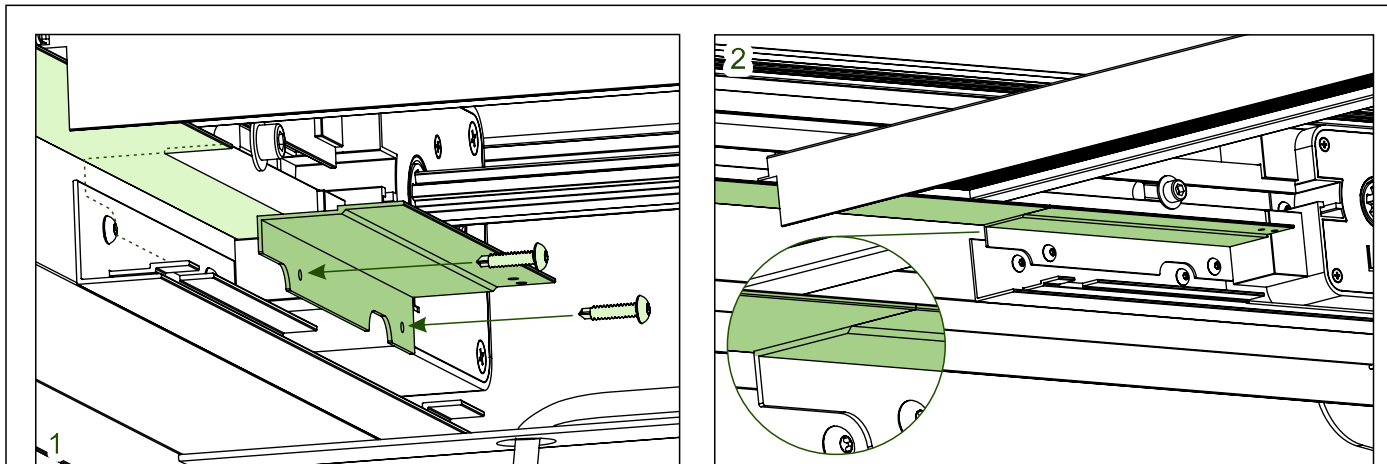

Abb. 23
- 24. 1.** Befestigen Sie die Laufschienerweiterungen beidseitig mit jeweils zwei Schrauben an den vorgesehenen Öffnungen der Laufschienerweiterungen. **2.** Achten Sie darauf, dass die äußeren Enden der Erweiterungen bündig mit den Laufschienerweiterungen abschließen – es darf dabei kein Spalt entstehen. Zudem sollten die Aussparungen der Erweiterungen nach unten ausgerichtet sein. (Siehe Abb. 23)